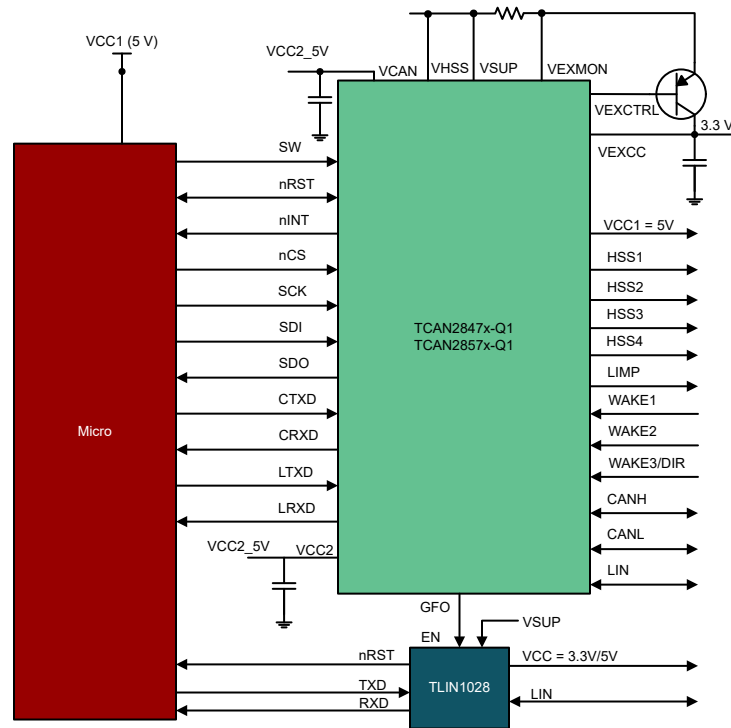

図 10-5. LIN SBC によるチャンネル拡張
- TCAN2847x-Q1 までのいずれかのデバイスと TLIN1028x を使用することで、LIN トランシーバを備えた 2 つ目の SBC を実装できます。図 10-5 を参照してください